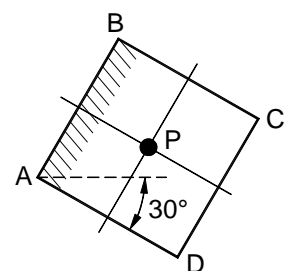

Figura 2
- Calcule por um processo analítico a tensão normal ( $\sigma$ ) e a tensão tangencial ( $\tau$ ) que atuam na faceta **AB** e represente-as graficamente num esquema idêntico ao da *Figura 2*.